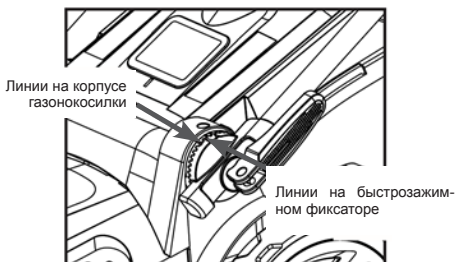

Рис. 2 Установка нижней части рабочей рукоятки
1. Установите нижнюю часть рабочей рукоятки в удобное положение по высоте, совместив линию на конце фиксатора с одной из трех линий на корпусе газонокосилки. Вставьте фиксаторы в нижнюю рукоятку и затяните (см. Рис. 2).